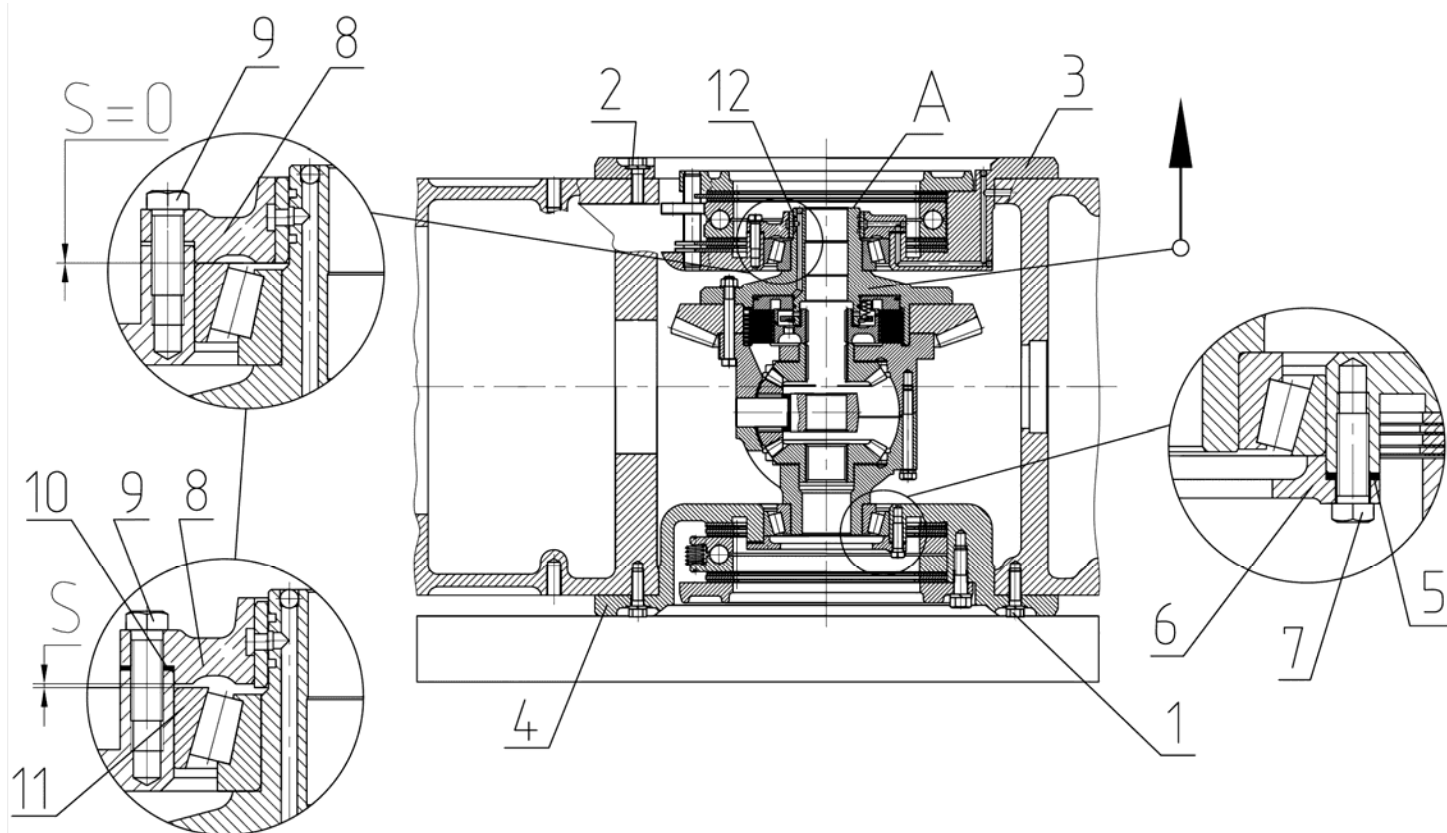

Рис.4.63 Регулировка осевого зазора в конических подшипниках дифференциала.
4.1) проверьте затяжку болтов (1), (рисунок 4.63), и (2), правого (3) и левого (4) корпусов тормозов;
4.2) наберите набор регулировочных прокладок (5), (рисунок 4.63), толщиной 1,4 мм (состоящий из прокладок толщиной 0,2 мм и 0,5 мм) и, установив под крышку (6), затяните болты (7);
4.3) установите крышку (8), (рисунок 4.63), и затяните болты (9) до прекращения вращения дифференциала;
4.4) наберите набор регулировочных прокладок (10), (рисунок 4.63), толщиной 3,4 мм (состоящий из прокладок толщиной 0,2 мм и 0,5 мм) и, установите под крышку (8), затянув болты (9);
4.5) положите корпус заднего моста левой боковой стороной на деревянную подставку, лежащую на полу, и, перемещая дифференциал вдоль его оси вверх, индикатором, установленным в торец (А), (рисунок 4.63), корпуса блокировки дифференциала, замерьте величину перемещения дифференциала равную зазору (S) между наружной обоймой правого подшипника (11) и крышкой (8);
4.6) отрегулируйте осевой зазор (S), (рисунок 4.63), 0,1...0,15 мм, путём уменьшения количества прокладок (10), под крышкой (8).
Внимание: • До проведения окончательного замера проверните дифференциал несколько раз в подшипниках и обстучите по торцу (А), (рисунок 4.63), чтобы ролики заняли свое положение в подшипниках.